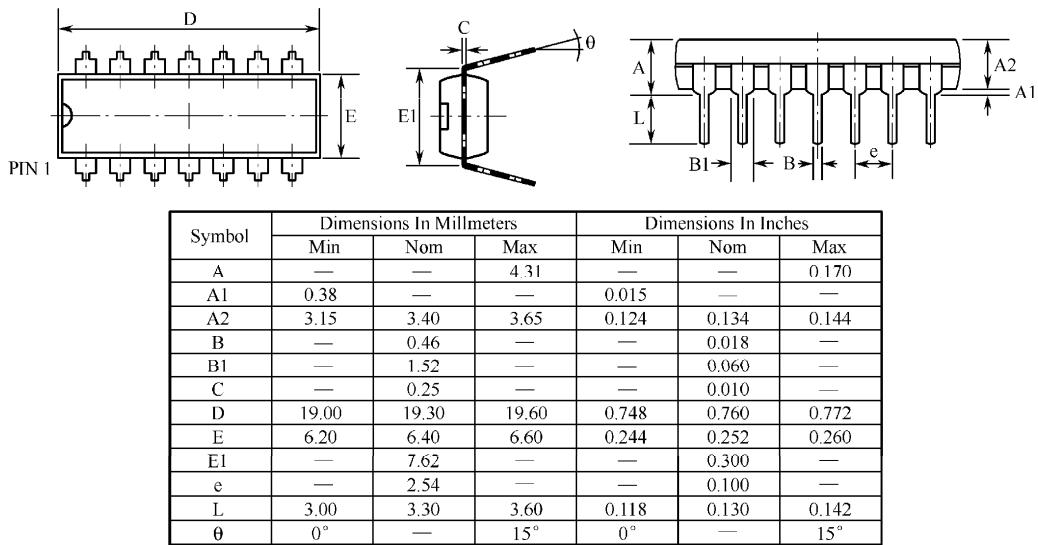

图 6-6 DIP14 的数据手册
(3) 下载 DIP14 的数据手册，如图 6-6 所示，按照数据手册填写相关问答参数。